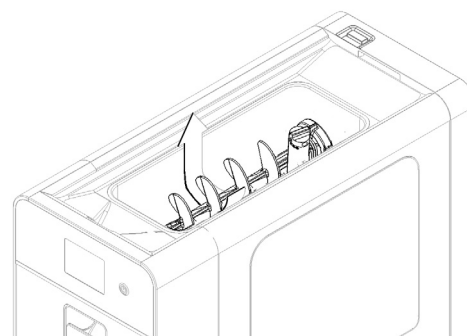

figure 17
**2** Se il est présent, retirez le mélangeur de bassin supérieur. (voir figure 17)